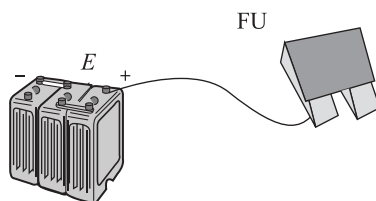

图 1-3 连接蓄电池正极与熔丝 FU
(1) 线路连接步骤
① 连接蓄电池正极与熔丝 FU，如图 1-3 所示。